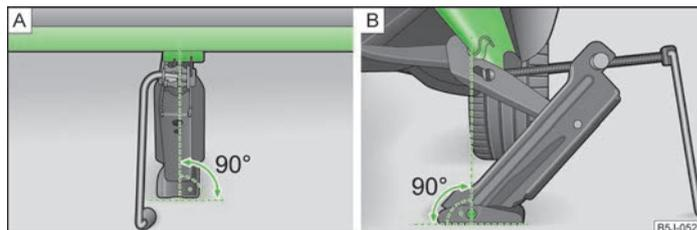

Fig. 132 Colocar el gato
- Fijar el gato de modo que la garra abarque el alma vertical » fig. 132 - debajo de la muesca en la superficie lateral del larguero inferior.
- Asegurarse de que la placa de base del gato esté con toda la superficie apoyada en un suelo recto y en vertical » fig. 132 respecto a la posición en la que la garra abarca el alma.